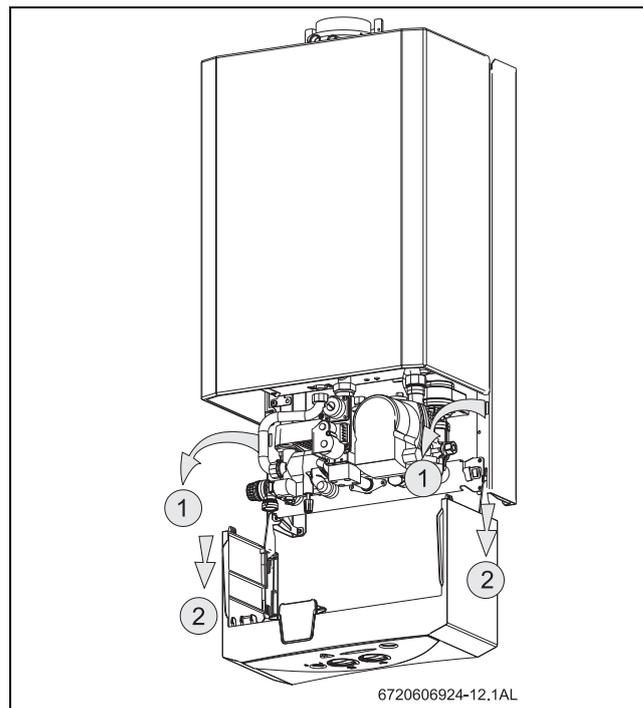

Fig. 9 Position de service
- ▶ Afin de pouvoir enlever complètement le tableau électrique, suivre les indications de la Fig. 9 puis le soulever et le sortir.